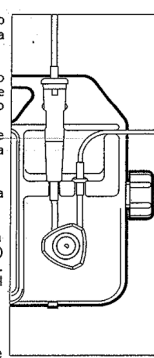

Figura 2
9. Avvolgere l'inserto di silicone attorno al rotore della nutripompa ed inserire il morsetto di plastica nell'apposito alloggiamento della nutripompa. Inserire il braccio del deflussore nell'apposita guida sulla nutripompa stessa (Figura 2)